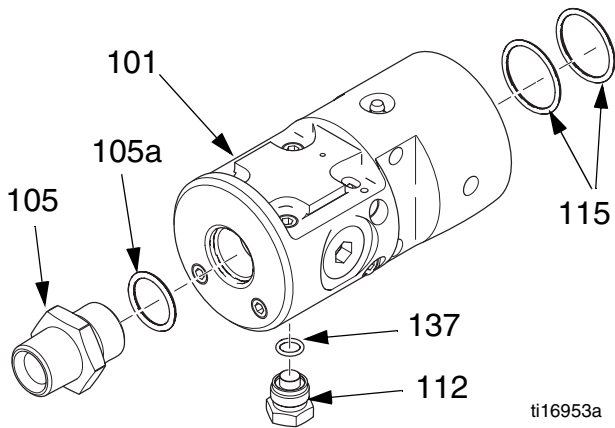

FIG. 7
8. Installeer de O-ring (119) op de luchtkap (104). Bevestig de luchtkap op de luchtbehuizing (102). Draai aan tot 30 ft/lbs (41 N•m).
9. Installeer twee nieuwe O-ringen (115) aan de binnenzijde van de vloeistofbehuizing. Breng vet aan. Zie FIG. 7.
10. Installeer de nieuwe O-ring (137) en installeer de plug (112) opnieuw.
11. Installeer de nieuwe O-ring (105a) en installeer de uitlaatfitting (105) opnieuw. Draai aan tot 30 ft/lbs (41 N•m).